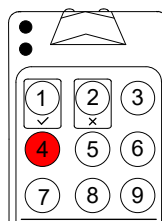

Figure 8
3. Dans la zone de sélection des réglages, le bouton 4 avec le réglage actuel qui correspond à la hauteur du radar de 4–5 m (Fig. 8) sera mis en surbrillance.